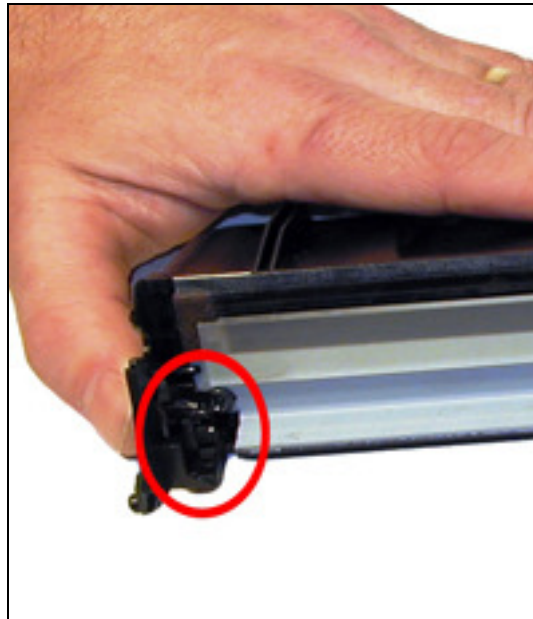

Figura 21
16) Montar los dos soportes del PCR. Ver Figura 21.